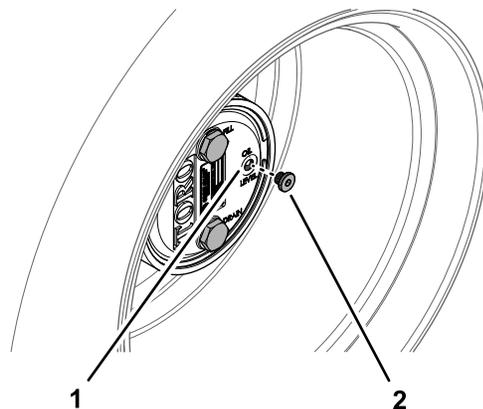

Figura 66
2. Retire o tampão de verificação da posição das 3 horas (**Figura 66**).